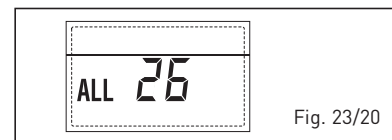

Fig. 23/20
– **ANOMALÍA COHERENCIA APLICACIÓN SOLAR “AL 27”** (fig. 23/21)